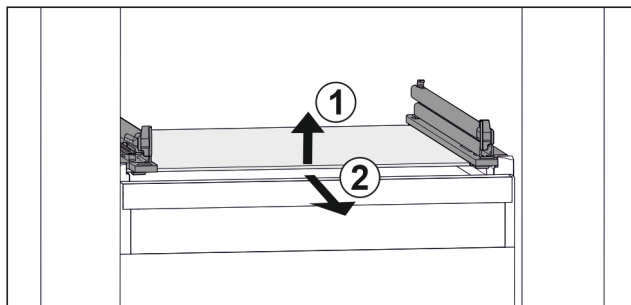

Fig. 54 Примерное отображение стеклянной пластины
- ▶ Приподнимите стеклянную пластину спереди. Fig. 54 (1)
- ▶ Извлеките стеклянную пластину движением вперед. Fig. 54 (2)